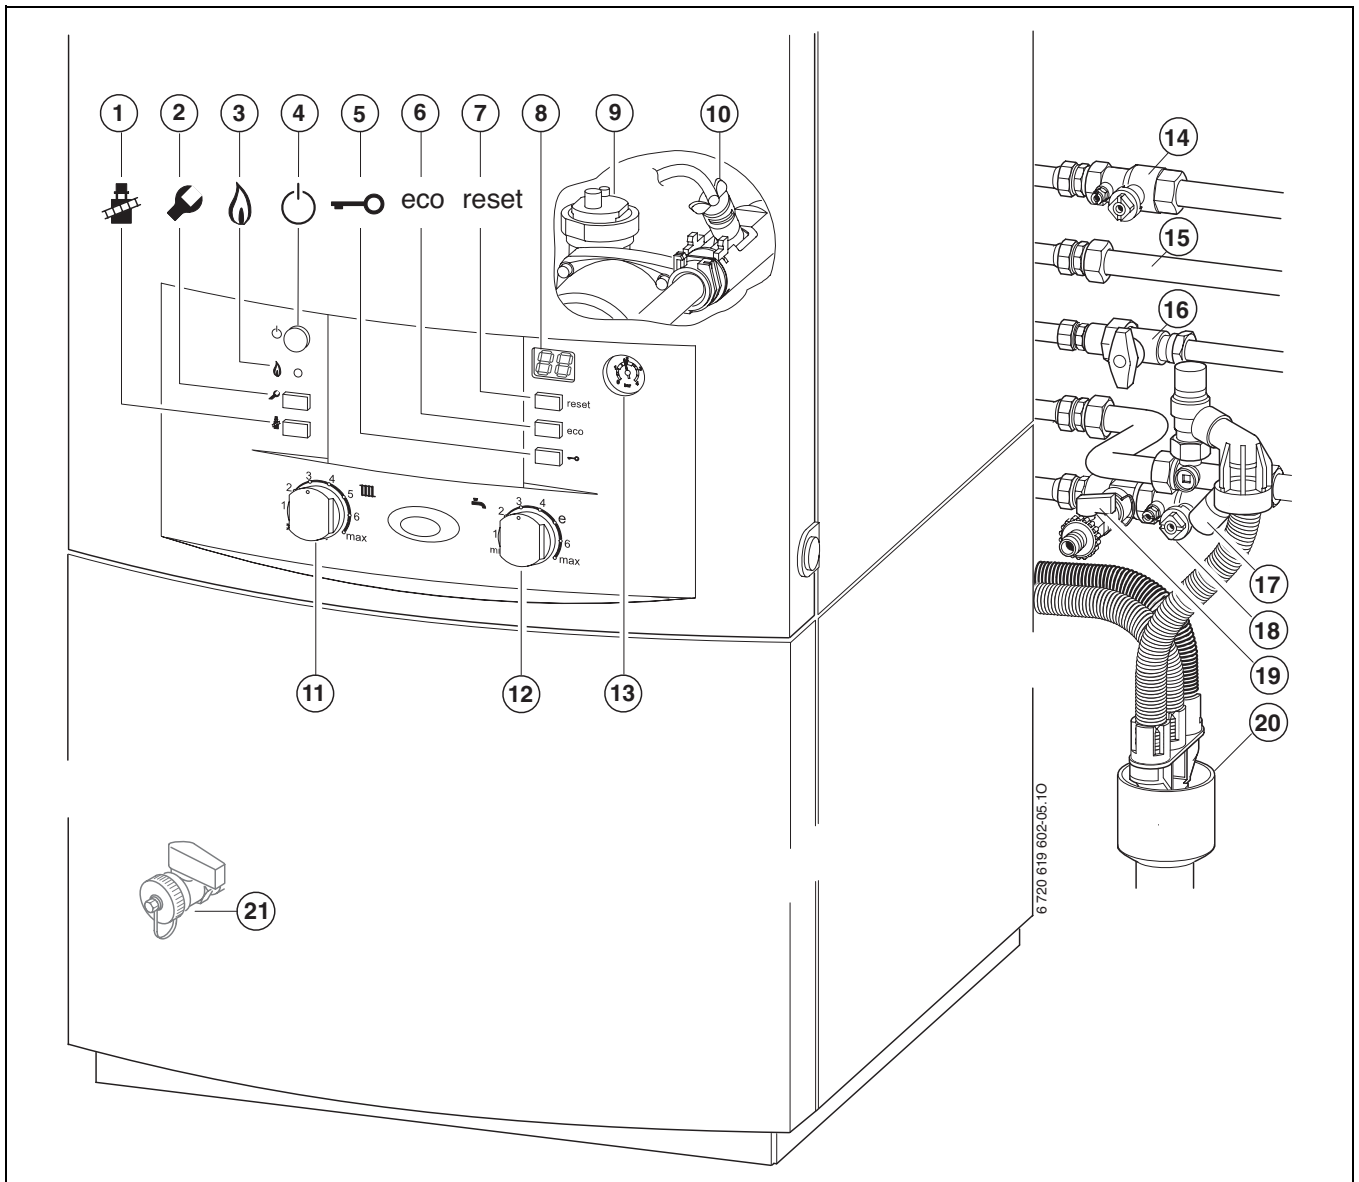

Fig. 60
- Kraan CV-aanvoer en kraan CV-retour (→ afb. 60, [14] en [18]) openen.